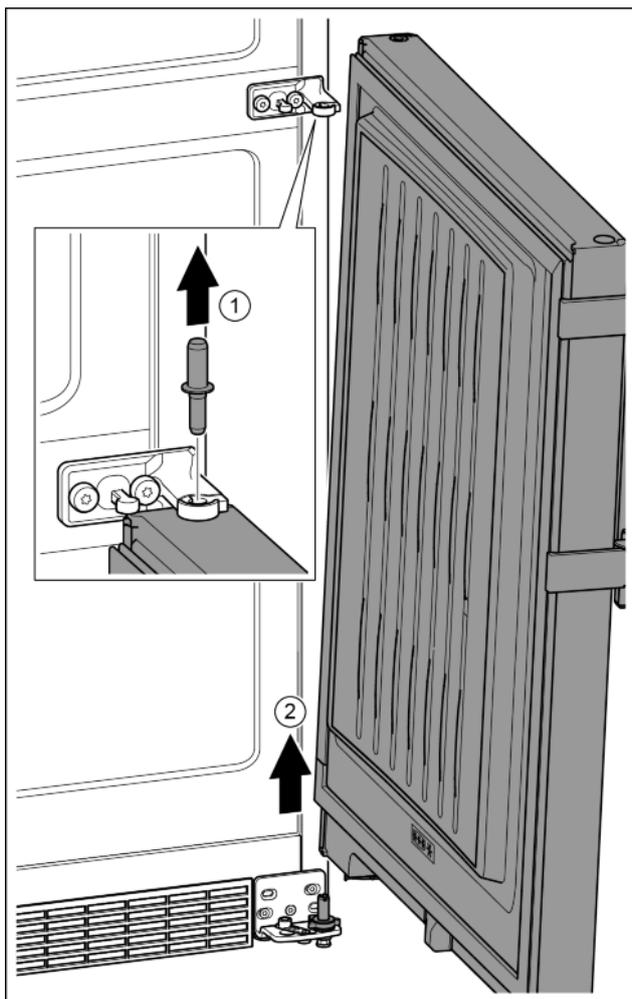

Fig. 10
- ▶ Sortir le boulon par le haut. Fig. 10 (1)
- ▶ Faire basculer la porte vers l'extérieur, la tirer vers le haut et la mettre de côté. Fig. 10 (2)